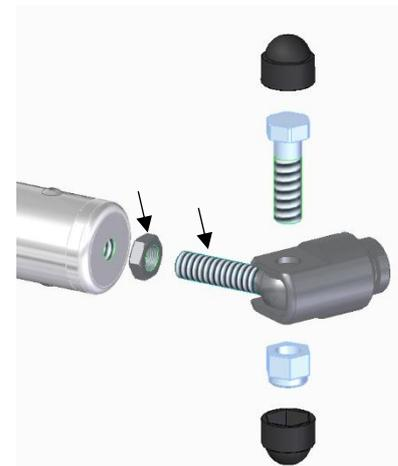

Abbildung 3
Nun werden auf der Beifahrerseite zwei Augenschrauben (11) und flache Sechskantmuttern M12 (13) auf den Fahrradträger (1) gedreht (Pfeile in Abb. 3). Diese Muttern werden später zum Kontern und Sichern der Augenschrauben benötigt (Mindest-Einschraubtiefe der Augenschraube in den Fahrradträger = 20mm). Dann kann der Fahrradträger mit Hilfe der montierten Augenschrauben, Sechskantschrauben M12x40 (9) und Sechskantmuttern M12 (12) an die, ans Fahrzeug montierte, Halterungen befestigt werden (Abb. 3).